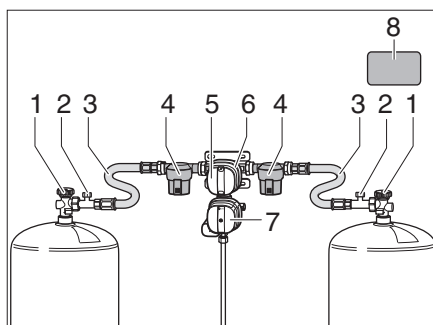
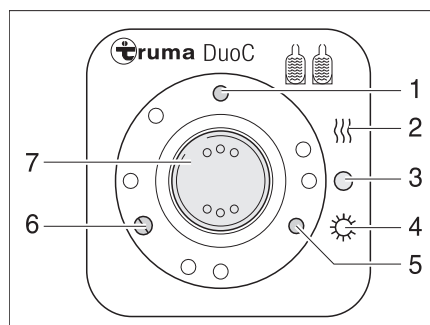
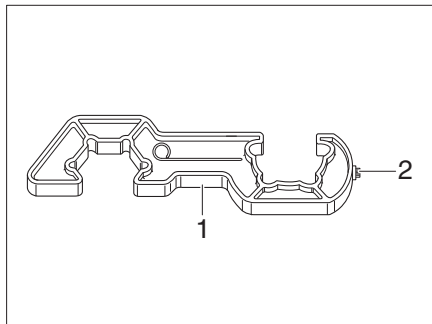
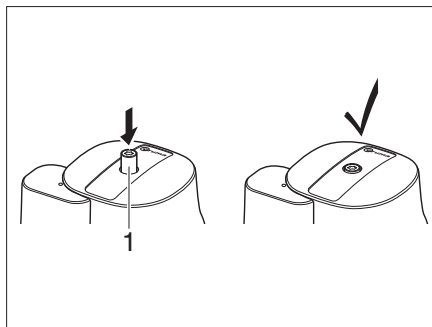

Bild 233 DuoControl-omkopplingsenhet
Bild 234 Kontrollenhet
Bild 236 Skruvhjälp
Bild 237 Crash-sensor
DuoControl-omkopplingsenheten består av en omkopplingsventil (Bild 233,6) och kontrollenheten (Bild 234). Omkopplingsventilen är monterad mellan högtrycksslanger (Bild 233, 3). Med vredet (Bild 233, 5) på omkopplingsventilen kan man ställa in vilken gasflaska som ska användas som driftflaska och vilken som ska användas som reservflaska.
Omkopplingsventilen (Bild 233, 6) är utrustad med avfrostningsanläggningen EisEx för regulatorer. På detta sätt undviks störningar på gasanläggningen under vintern.
Före omkopplingsventilen finns på båda sidor ett gasfilter (Bild 233, 4) som skyddar gasanläggningen mot oljeläckage och föroreningar.
På kontrollenheten (Bild 234) kan endast de elektriska funktionerna styras.. Gasflaskornas huvudavstängningsventiler (Bild 233, 1) måste öppnas för hand.
Omkopplingsventilen sørjer för ett konstant gstryck, oberoende av vilken gasflaska som används. De båda kontrollamporna på kontrollenheten indikerar driftflaskans tillstånd. När den gröna kontrollampan (Bild 234, 6) lyser är driftflaskan full. När den röda kontrollampan (Bild 234, 5) lyser är driftflaskan tom. Gasen matas sedan via reservflaskan.
- Öppna huvudavstängningsventilerna (Bild 233,1) på gasflaskorna.
- Välj vilken gasflaska som ska prioriteras (driftflaska) med vredet (Bild 233, 5) på omkopplingsventilen (Bild 233, 6).
- Ställ vippkontakten (Bild 234, 7) på "O" (Bild 234, 3). Den gula kontrollampan (Bild 234, 1) slocknar.
- Stäng huvudavstängningsventilerna (Bild 233, 1) på gasflaskorna.
Kontrollamporna på kontrollenheten (Bild 234, 5 och 6) signalerar inne i fordonet om driftflaskan är driftklar.
När den gröna kontrollampan (Bild 234, 6) slocknar under drift och den röda kontrollampan (Bild 234, 5) tänds är gasflaskan, som är vald som driftflaska, tom och måste bytas. Gasförbrukarna försörjs med gas från reservflaskan.
- ▶ Använd den medföljande skruvhjälpen (Bild 236, 1) när högtrycksslängarna ska skruvas på och av. Den säkerställer det nödvändiga åtdragningsmomentet och förhindrar skador på skruvkopplingen på grund av felaktiga verktyg.
- Stäng huvudavstängningsventilen (Bild 233, 1) på den tomma gasflaskan.
- Skruva av högtrycksslängen (Bild 233, 3) från gasflaskan med skruvhjälpen (Bild 236).
- Anslut den fulla gasflaskan till högtrycksslängen (Bild 233, 3).
- Öppna huvudavstängningsventilen på gasflaskan (Bild 233, 1).
- Vrid vredet (Bild 233, 5) på omkopplingsventilen (Bild 233, 6) ett halvt varv för att ställa in att den precis bytta gasflaskan fungerar som reservflaska.
- Tryck på knappen (Bild 233,2) för slangbrottsäkringen på högtrycksslängen för att aktivera den.
- Tryck ev. på återställningsknappen (Bild 237, 1) på crash-sensorn.
- ▶ Beakta säkerhetsetiketten (Bild 233, 8) i gasbehållaren.
- Använd Torx T20 (Bild 236,2) för att trycka in avsäkringsknappen (Bild 237,1) på skruvhjälpen, vrid knappen lätt medurs och håll kvar under 5 sekunder. Crash-sensorn är driftklar när avsäkringsknappen (Bild 237,1) stannar i det nedsänkta läget.
- Tryck kraftigt på den gröna knappen (Bild 233, 2) på högtrycksslangen (Bild 233, 3) när gasflaskan bytts.